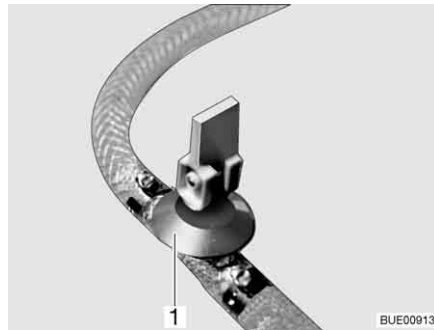

Bild 162 Avtappningskran
- Stäng avtappningskranen/avtappningskranarna. Ställ vipparmen (Bild 162, 1) i vågrätt läge.
- Öppna avtappningskranen/avtappningskranarna (Bild 162). Ställ vipparmen (Bild 162, 1) i lodrätt läge. Varmvattenberedaren töms utåt.